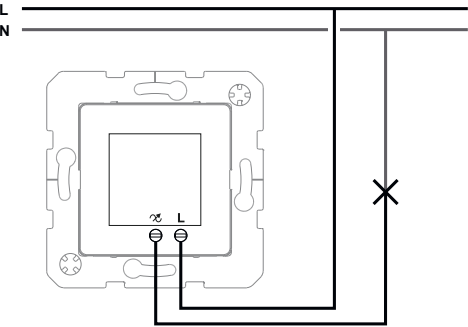

Bild 4: Bewegungsmelder 1,1 m (2-Leiter)
- Bewegungsmelder 1,1 m gemäß Anschlussplan (Bild 4 oder 5) anschließen.
- Bewegungsmelder (1) in Gerätedose einsetzen, Anschlussklemmen müssen unten liegen.
- Rahmen (2) schräg von unten über die beiden Rastnasen (5) aufsetzen.
- Rahmen andrücken und mit dem Zwischenring (3) fixieren.
- Designabdeckung (4) auf den Bewegungsmelder rasten.